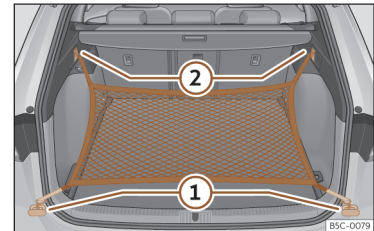

Fig. 127 În portbagaj: inelele ① și cârligele ② pentru fixarea plasei pentru bagaje.
- Fixați cârligele scurte ale plasei de inelele de ancorare»» fig. 127 ① »» ⚠. Fermoarul bagajelor trebuie îndreptat în sus.
- Fixați chingile în cârligele plasei ②.